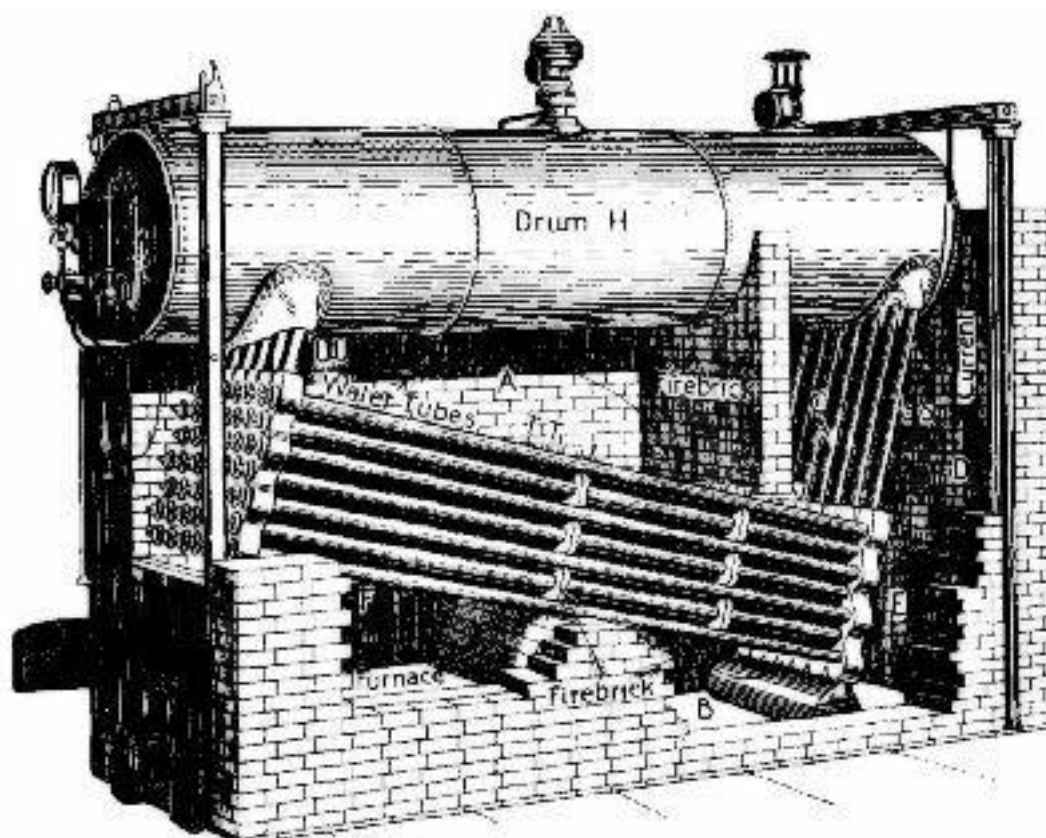

Рис. 7.
подверженным воздействию тепла печи. Типичным представителем этой разновидности является котел Бэбкока и Уилкокса (рис. 7). (2) *Жаротрубные* котлы; в которых горячие газы проходят по трубам, окруженным водой. Обычный локомотивный котел (рис. 6) иллюстрирует эту форму.